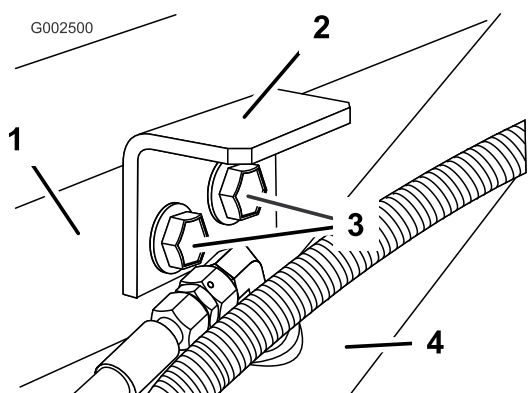

Figura 17
3. Instale os suportes de fixação utilizando os dois parafusos e porcas flangeadas anteriormente retirados (Figura 17).